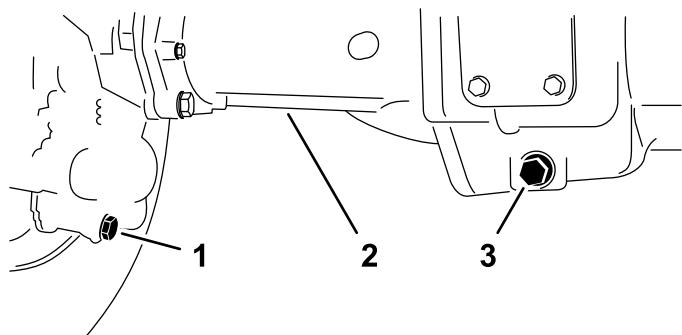

Figura 133
2. Limpie la zona alrededor de los tres tapones de vaciado (Figura 133) - uno en cada caja de engranajes cónicos (por fuera de las carcasas de los ejes) y uno en la caja de engranajes central.
3. Retire cada tapón de vaciado (Figura 133) y deje que se vacíe el aceite en un recipiente de vaciado.